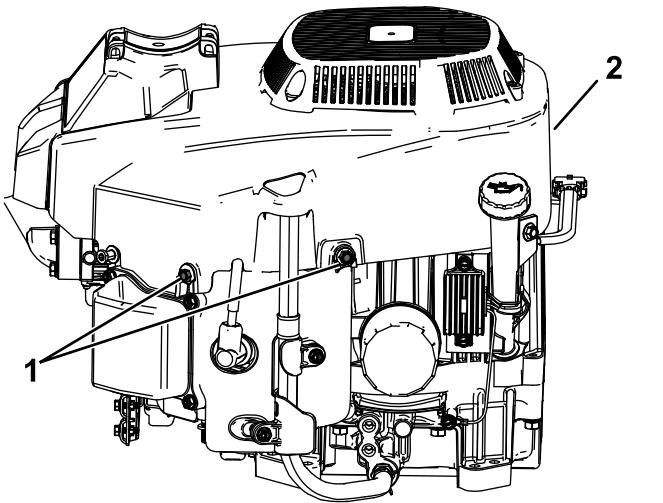

Figura 41
2. Pasador (2)
3. Chaveta (2)
4. Afloje los pernos y retire la carcasa del ventilador (Figura 41).